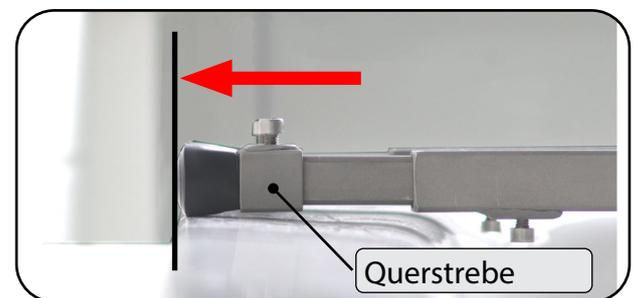

Abbildung 26
4. Korrigieren Sie eventuell die Länge der Wannenauflage, indem Sie die Teleskoprohre bis zum äußeren Wannenrand ausziehen (siehe Abbildung 26). Achten Sie darauf, dass beide Gummistopfen vollständig auf dem Wannenrand aufliegen!
5. Ziehen Sie die beiden Befestigungsschrauben der Teleskoprohre fest an (siehe Abbildung 26).
6. Schieben Sie die linke Querstrebe so weit wie möglich an die Gummistopfen und ziehen Sie die Befestigungsschrauben fest an (siehe Abbildung 26).